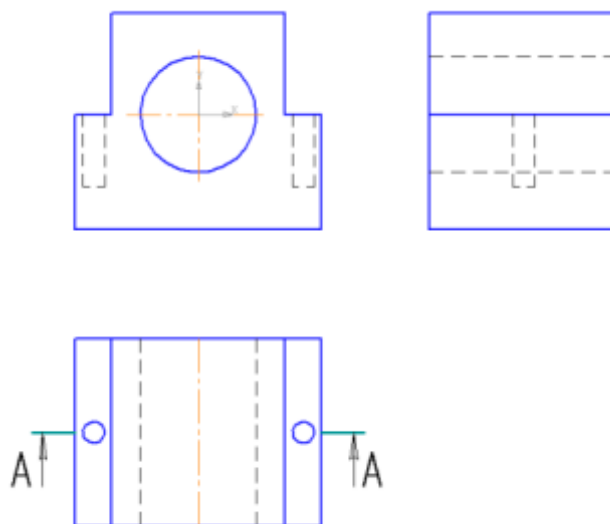

Рис. 17.8
- создайте объект (рис. 17.8);